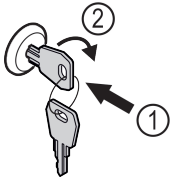

Fig. 114
- ▶ Włożyć kluczyk Fig. 114 (1).
- ▶ Przekręcić kluczyk o 90° w prawo Fig. 114 (2).